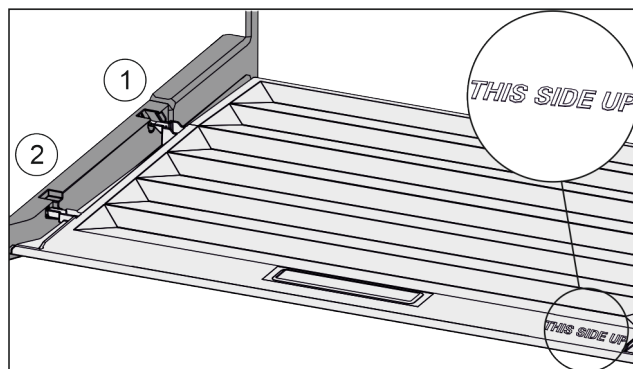

Fig. 148
- ▶ Robova predala vstavite nad odprtino zadnjega držala Fig. 148 (1), spredaj pa ju zataknete v držalo Fig. 148 (2).